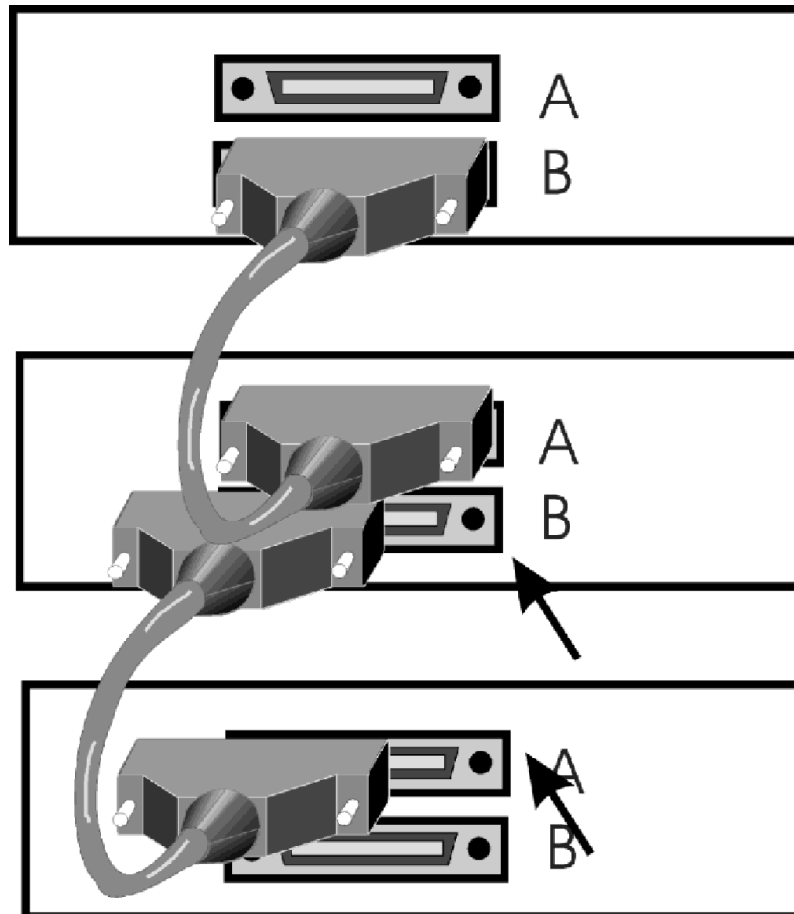

Abbildung 19. Hubs stapeln und mit Stapelverbindungskabeln verbinden
2. Gehen Sie beim Anschließen und Abziehen der Stapelverbindungskabel vorsichtig vor, damit Sie die Signalkontaktstifte nicht versehentlich verbiegen oder abbrechen. (Siehe Abb. 19.)